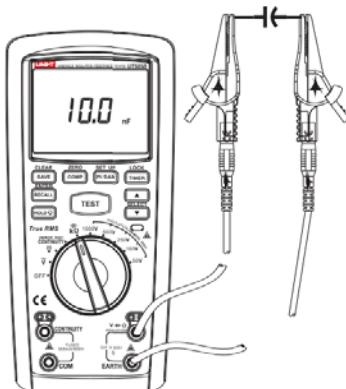

Figura 8
4.2. Medição da capacidade (ver figura 8)